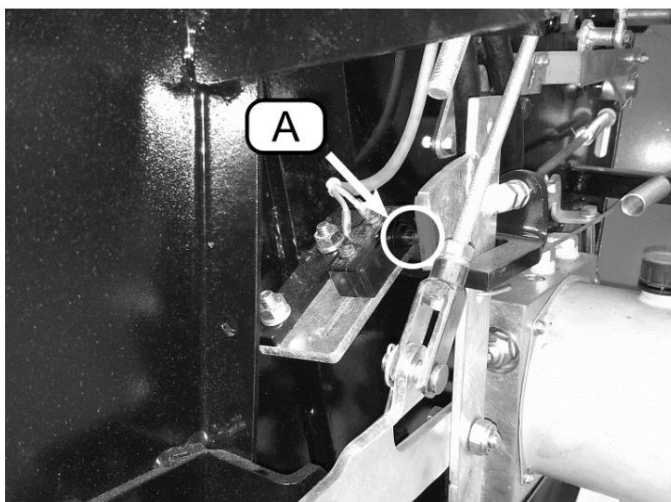

Figura 31 Partea dreaptă a preseii
- Presa de balotat creează baloturi de mărime și formă uniforme, dar poate produce baloturi mai ușoare sau mai dense. • Densitatea este controlată de poziția senzorului de densitate (Figura 31, A). Senzorul poate fi montat mai aproape sau mai departe de placa declanșatorului (B). Montarea senzorului mai aproape de placa de declanșare va suna alarma de plin balot mai devreme și invers.